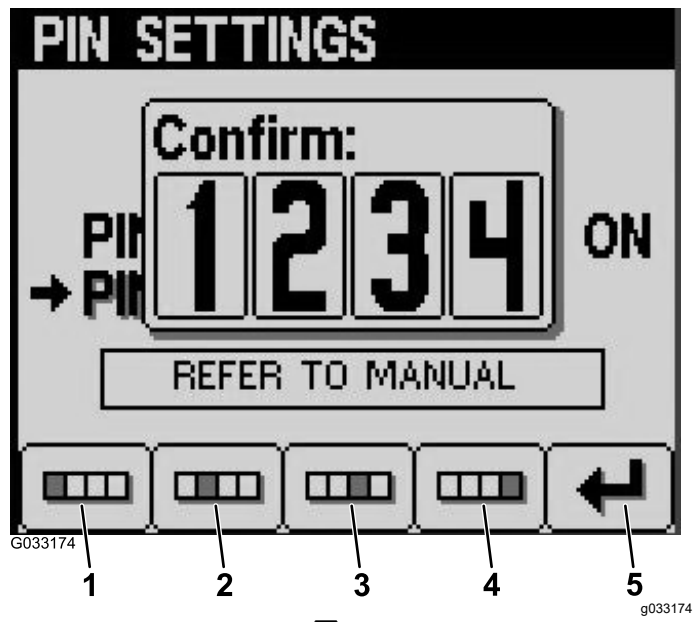

図 17
8. ボタン 14 を使って PIN を承認し、承認が完了したらボタン 5 を押す (図 17)。